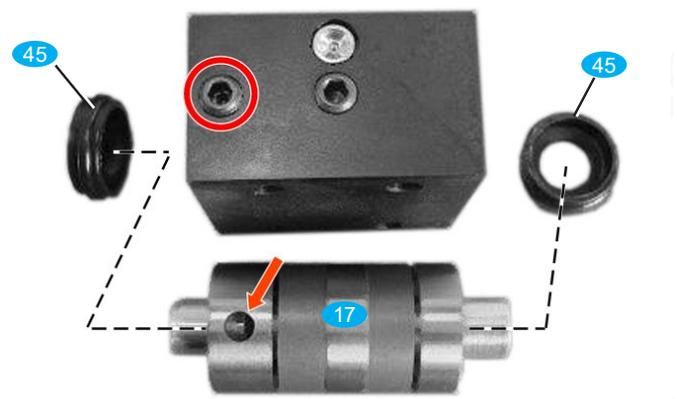

Bild 4: Schmutzabstreifer in Kugelumlaufmutter eindrücken
- Spannblöcke **46** so über die Kugelumlaufmutter **17** schieben, dass die Sicherungsschrauben (roter Ring Bild 4) zu den Zentrierungen (roter Pfeil) der Kugelumlaufmutter zeigen.